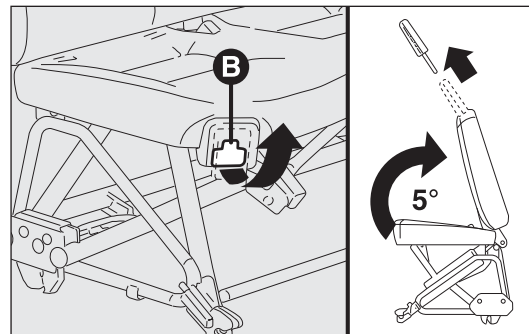

fig. 33
- suba la palanca B-fig. 33 (debajo de la palanca A) con la mano derecha;